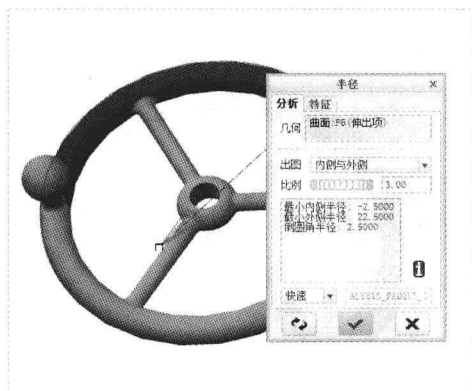

图 7-115 分析半径
Step 04 执行操作后,即可分析半径,并在“半径”对话框中显示几何模型的半径参数,如图 7-115 所示。